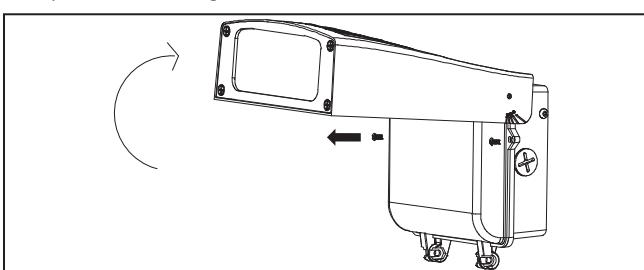

Figura 3
3. Con un destornillador de cabeza Phillips, afloje, pero no retire completamente, el tornillo de ajuste del ángulo lateral y ajuste el cabezal del luminario hacia arriba a 90°. (Figura 3)
4. Desenrosque la parte superior de la caja del controlador para abrirla. (Figura 3)